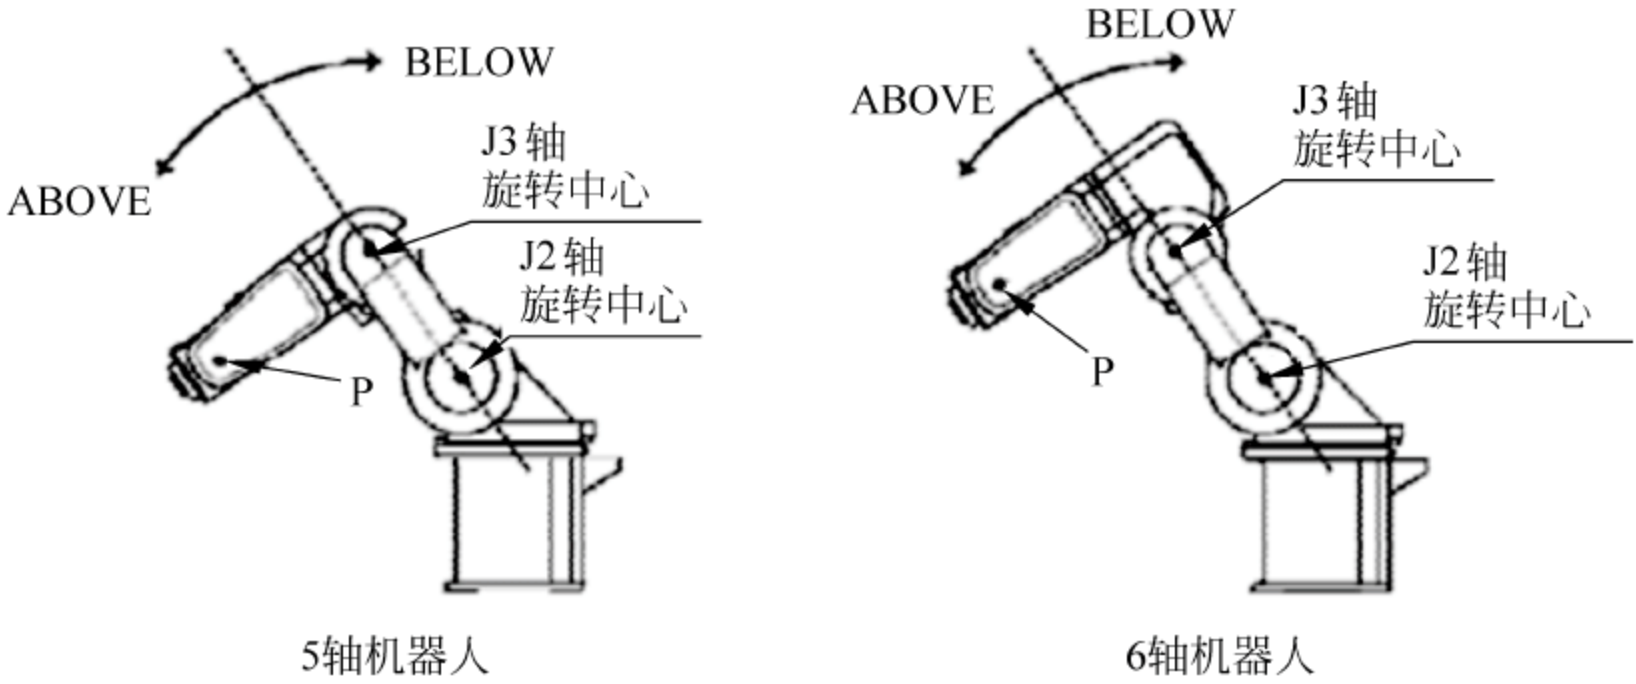

图 11-9 FL1 标志中上下的判定
(1) 5 轴机器人：以 J2 轴旋转中心和 J3 轴旋转中心的连接线为基准，判别 J5 轴中心点 P 是位于该中心连接线的上面还是下面。如果在上面，则 FL1 bit1=1；如果在下面，则 FL1 bit1=0；如图 11-9 所示。